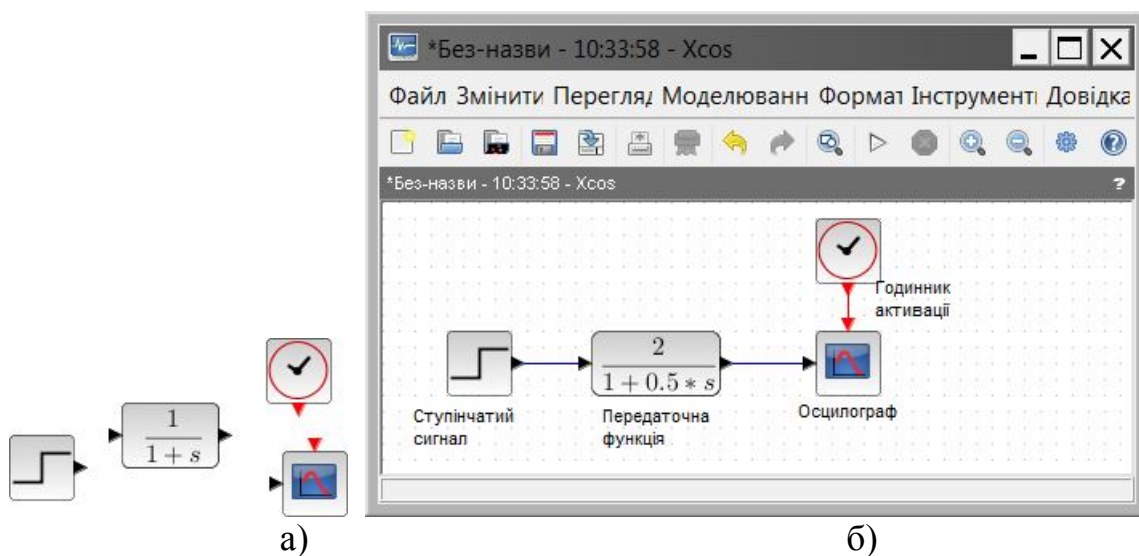

Рисунок 2.2 – Побудова першої моделі:
2.3 У вікні палітри в розділі «Джерела сигналів» вибрати ступінчатий сигнал (STEP_FUNCTION) перемістити лівою клавішею мишки у вікно моделі. У цьому самому розділі – годинник активації (CLOCK_C), у розділі «Неперервні динамічні системи» передавальну функцію (CLR), у розділі «Пристрої реєстрації» – осцилограф (CSCOPE) (рис. 2.2).